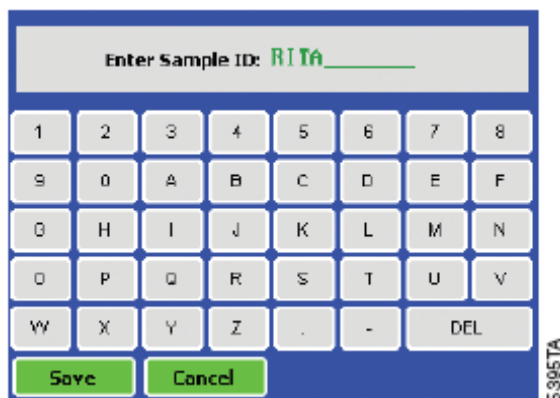

图11.可以在样品ID界面命名样品。
4. (选做) 点击“Sample ID”命名样本（样品）(图11). 使用键盘在名称区输入样本（样品）名称，名称最长可达10个字符，最后点击“Save”保存样本（样品）的ID。